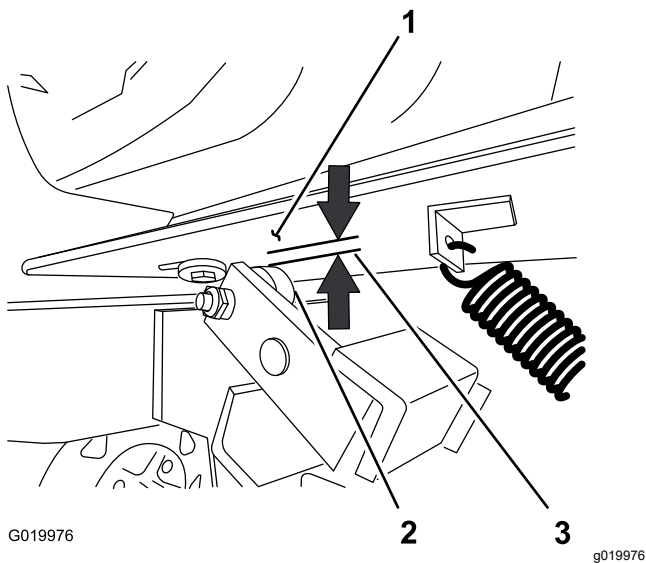

Figure 64
5. Mesurez l'entrefer entre le plancher moteur et le rouleau sur l'embrayage (Figure 64).